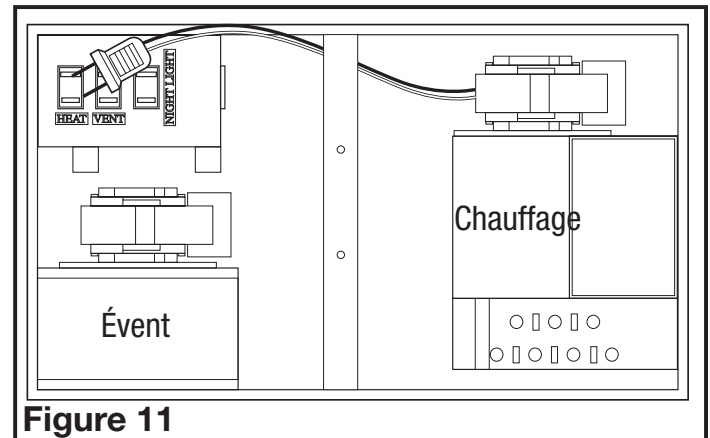
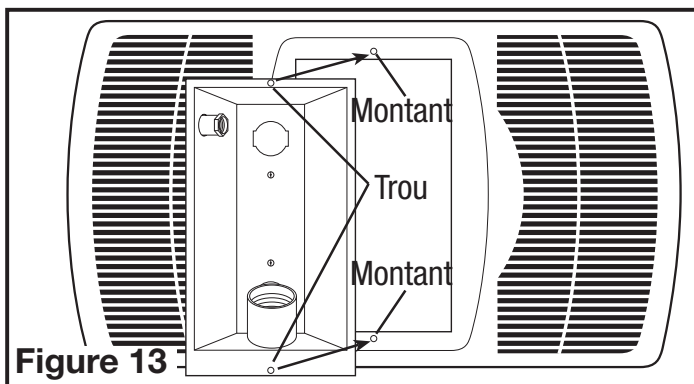

Figure 11
Figure 13
1. Insérer la fiche provenant de l'unité de chauffage dans le réceptacle marqué « CHAUFFAGE (HEAT) », et la fiche venant du ventilateur dans le réceptacle marqué « VENT » (**Figure 11**).
3. Installer le réflecteur de lumière dans la grille en alignant les montants sur la grille avec les trous dans le réflecteur de lumière (**Figure 13**). Soulever le réflecteur de lumière et la grille jusqu'au châssis et insérer la fiche de la lumière dans le réceptacle marqué « LUMIÈRE (LIGHT) » (situé sur le côté du compartiment de câblage) et insérer la fiche de la lampe de nuit dans le réceptacle marqué « LAMPE DE NUIT (NIGHT LIGHT) » (**Figure 11**).